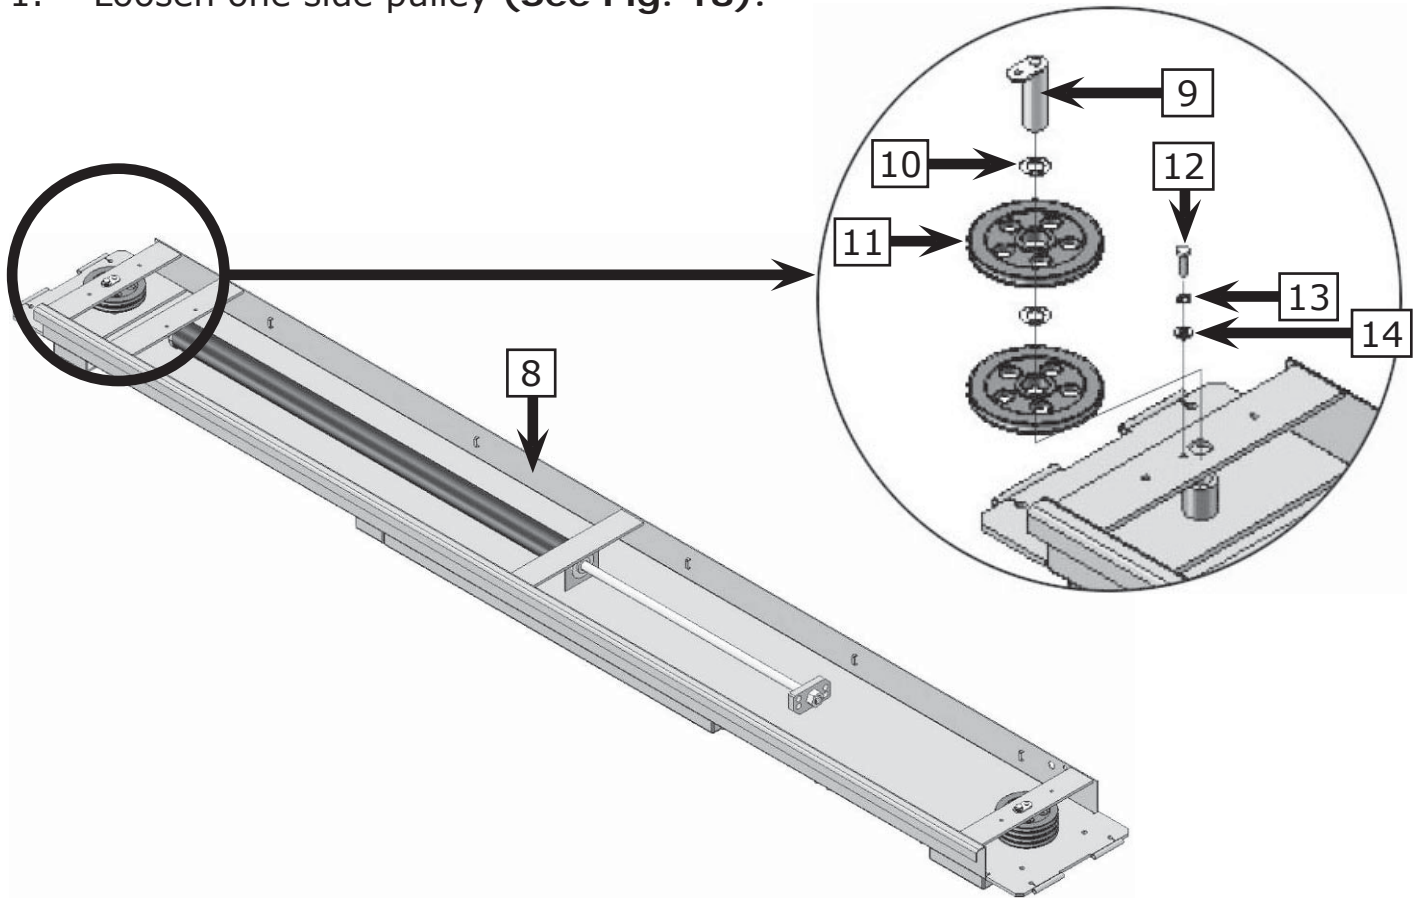

Fig. 18
1. Loosen one side pulley (See Fig. 18).